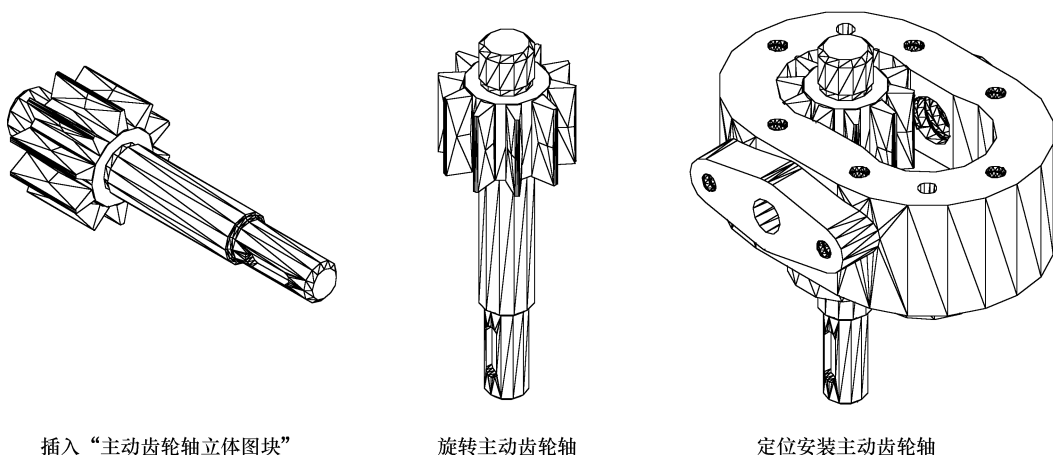

图 13-53 安装主动齿轮轴
Step 2 插入“主动齿轮轴立体图块”，并定位安装：继续执行插入块操作，插入“主动齿轮轴立体图块”。调整 UCS，调用“旋转”命令，调整主动齿轮轴方位。开启“三维对象捕捉”模式，调用“移动”命令，定位安装主动齿轮轴。安装主动齿轮轴，如图 13-53 所示。